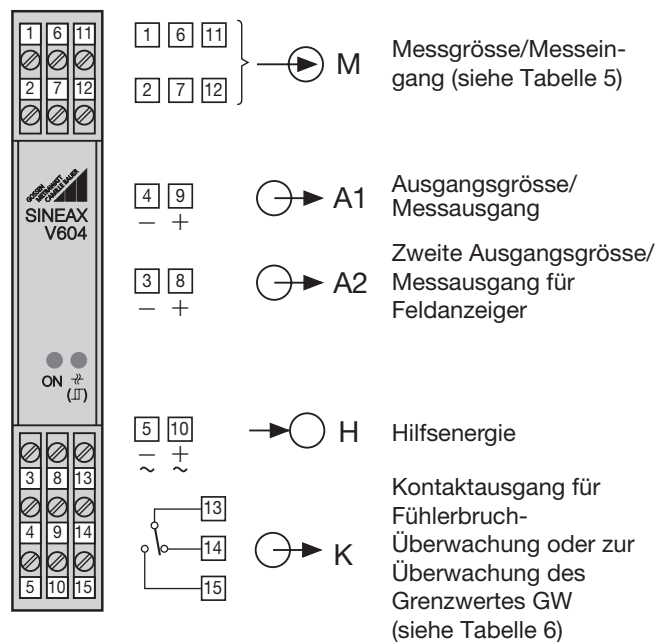

Bild 9. Klemmenbelegung.
Zum Anschliessen der elektrischen Leitungen dienen Schraubklemmen, die gut zugänglich in der Frontpartie des Messumformers untergebracht sind (vgl. Bild 9) und sich für Drahtquerschnitte bis max. $1 \times 2,5 \text{ mm}^2$ eignen.
- ... dass die Daten, die zur Lösung der Messaufgabe erforderlich sind, mit denen auf dem Typenschild des SINEAX V 604 übereinstimmen (→ Messeingang M, → Messausgänge A1 und A2, → Hilfsenergie H und → Kontaktausgang K, siehe Bild 9)!
Ausgangsleitungen von Messausgang A1 an die Klemmen 4 (-) und 9 (+), von Messausgang A2 (Feldanzeiger) an die Klemmen 3 (-) und 8 (+) gemäss Bild 9 anschliessen.
Hilfsenergieleitungen an die Klemmen 5 (≈) und 10 (±) gemäss Bild 9 anschliessen.
KontaktAusgangsleitungen an die Klemmen 13, 14, 15 (siehe Bild 9 bzw. Tab. 6) anschliessen.